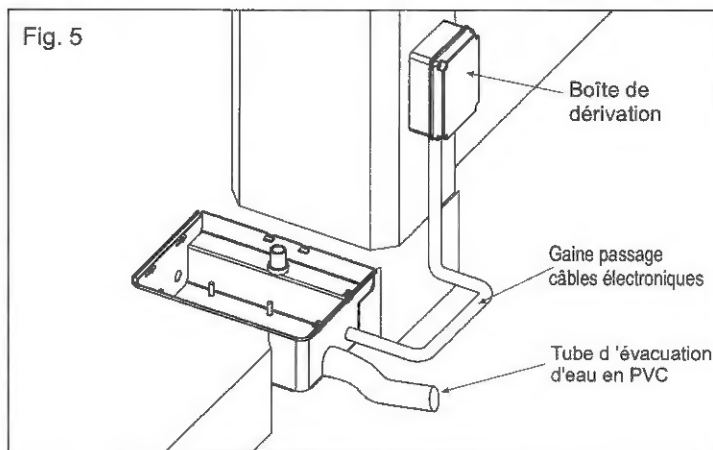

Fig. 5
- Pour l'évacuation d'eau, un tube en PVC d'au moins 40 mm de diamètre est à insérer dans l'orifice spécial du caisson avant de le cimenter (Fig. 5) et **devra être porté jusqu'au point d'évacuation d'eau (égouts);**
- une gaine pour le passage des câbles électriques d'au moins 20 mm de diamètre (liaison vers la boîte de dérivation)(Fig. 5).